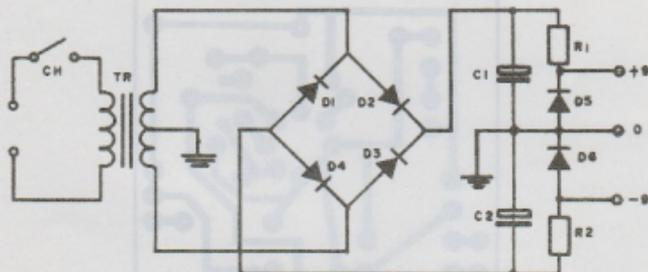

FIGURA 7: Esquema da fonte de alimentação que pode ser usada para a alimentação do circuito da fig. 3
2) A segunda opção seria a de utilizar uma fonte de alimentação de saídas simétricas em relação ao "terra". O esquema desta fonte pode ser visto na figura 7. A tensão é regulada pelos diodos zeners e a limitação de corrente é feita pelos resistores R1 e R2. Como o circuito da fonte é simples, pode ser perfeitamente montado em pontes.
#### LISTA DE MATERIAL DA FIGURA 7.